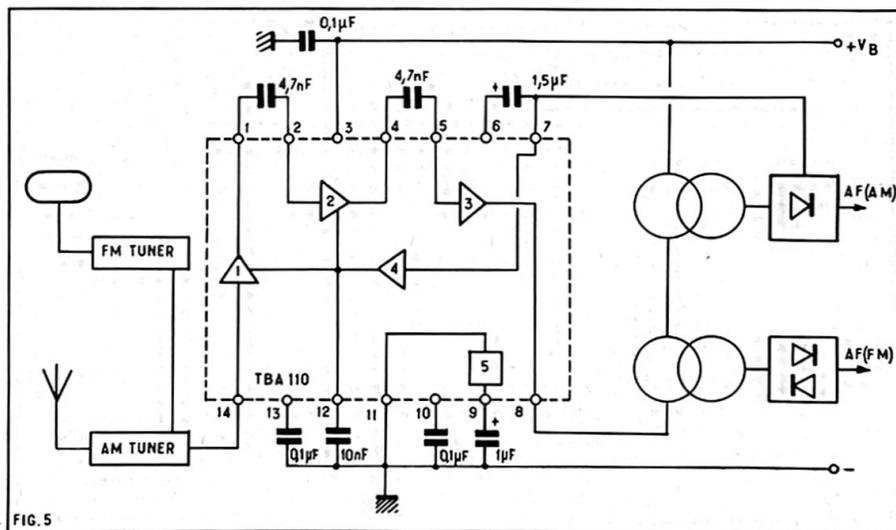
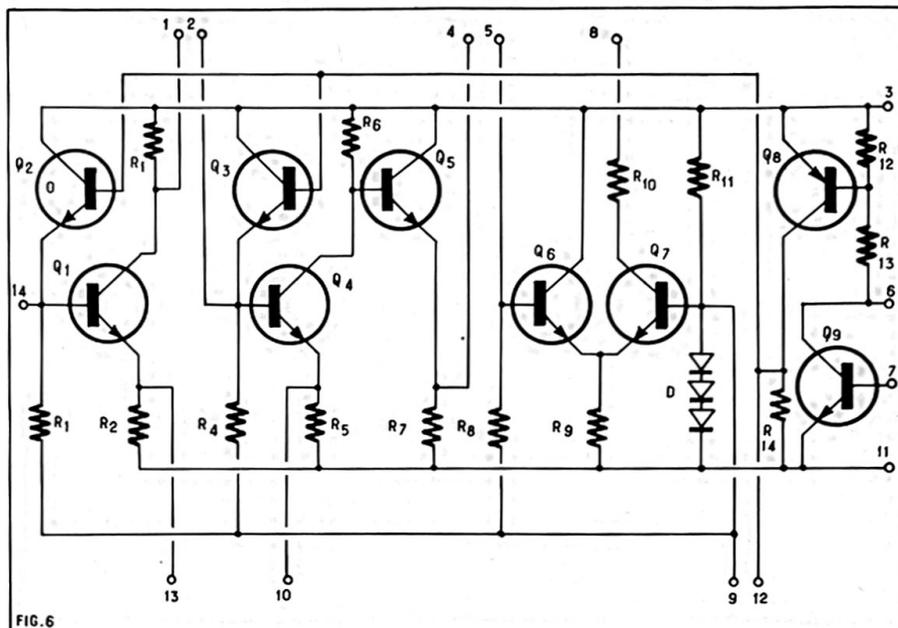
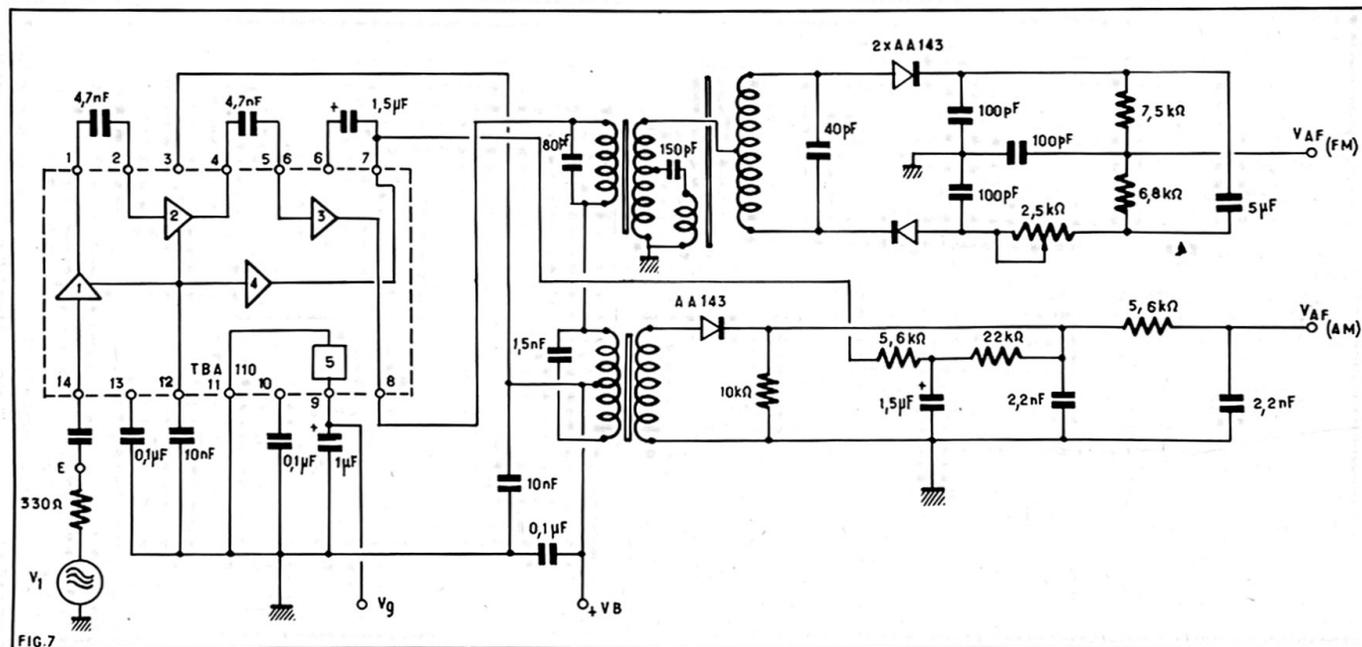

FIG. 5
FIG. 6
FIG. 7
La figure 5 donne le schéma synoptique du CI (dans le rectangle pointillé) et des éléments extérieurs permettant la réalisation d'un « tuner » AM/FM comprenant les circuits d'un récepteur depuis les antennes jusqu'aux sorties BF des deux détecteurs.
On donne à la figure 6 le schéma détaillé de l'intérieur du circuit intégré TBA110 dans lequel se trouvent les parties suivantes : un amplificateur à large bande à trois étages dont deux commandés par le CAG et l'étage de sortie, respectivement (1), (2) et (3) sur le schéma synoptique de la figure 5 ; un circuit de CAG (4) amplificateur ; un circuit stabilisateur pour la polarisation des transistors.
En position AM du commutateur général du récepteur, les amplificateurs 1 et 2 sont commandés par la CAG avec un dynamique de 90 dB. En FM les amplificateurs bénéficient de la limitation et de la CAG du bloc VHF. Sur la figure 5, les triangles symbolisent les quatre amplificateurs, l'entrée étant sur un côté et la sortie sur l'angle opposé à l'entrée.
Sur la figure 6 on n'a indiqué que les points 1 à 14 disposés dans l'ordre logique en deux groupes. Commençons par l'amplificateur (1). Son entrée est au point 14 et sa sortie au point 1 ; il se compose par conséquent du transistor Q_1 monté en émetteur commun. Le signal
Le montage de la figure 7 est proposé comme montage de mesures, mais il faut peu de choses pour qu'il soit utilisable comme tuner AM/FM en le complétant avec des bobinages selon les indications de la figure 6.
Considérons les deux figures 6 et 7 à la fois. Le tuner FM possède un transformateur MF de sortie accordé sur 10,7 MHz dont le signal, à cette fréquence, pourra être appliqué à l'en-
Ceci est effectué par la liaison (voir figure 7) entre ce point et la résistance de 5,6 kΩ du circuit détecteur AM.
Le point V_g de la figure 6 permet de disposer d'une polarisation à appliquer éventuellement à d'autres circuits, par exemple aux amplificateurs HF, des tuners AM et FM
On a effectué les mesures sur le montage de la figure 7 en position FM, pour deux tensions d'alimentation différentes :